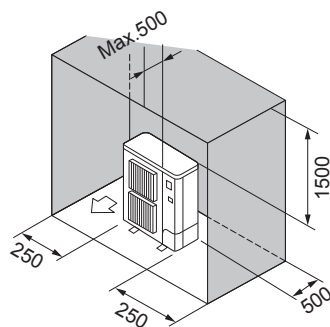

Fig. 2-8
- ⑥ Alleen obstakels aan de achter- en bovenzijde en de zijkanten (Fig. 2-8)